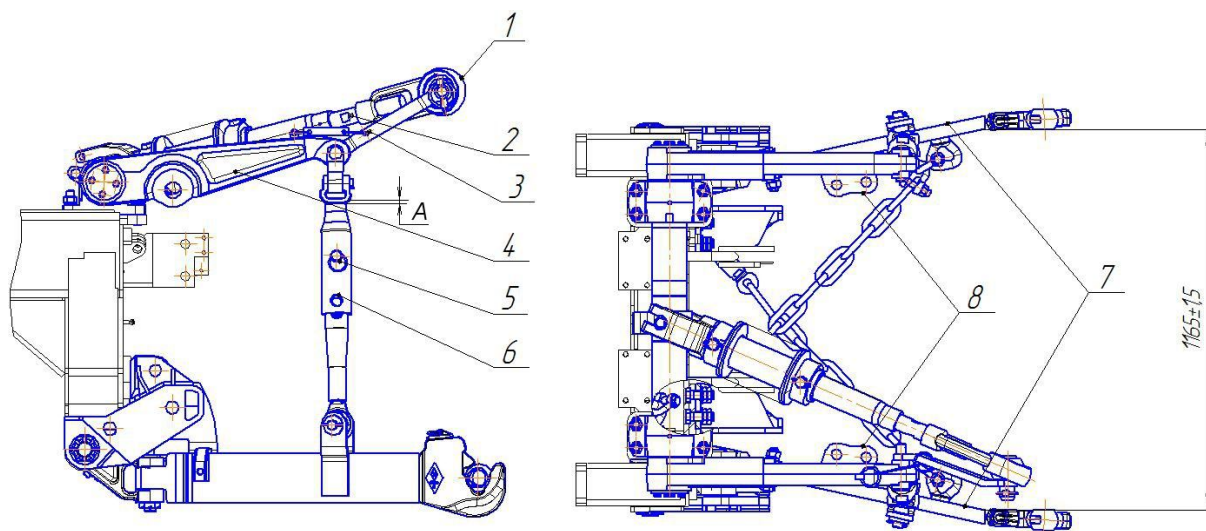

Рис. 31 Навесное устройство
- в) поднимите нижние тяги 7 (рис. 31) гидроцилиндрами до срабатывания замков;
При соединении навесных и полунавесных сельскохозяйственных машин и орудий, для обеспечения максимального транспортного просвета, длина вертикального раскоса 6 (рис. 31) должна быть минимальной.
Гидрофицированный крюк обеспечивает соединение трактора с транспортными и транспортно-технологическими средствами. Соединение посредством гидрокрюка, установленного под площадками 8 (см. рис. 31) навесного устройства, производится следующим образом:
При агрегатировании с навесным плугом для обеспечения плавающего режима пальцы вертикальных раскосов навесного устройства необходимо устанавливать так, чтобы они проходили через нижние отверстия наружных и продольные прорези внутренних труб вертикальных раскосов (разомкнутый раскос). При этом размер А (рис. 31) вверху и внизу должен быть не более 60 мм.